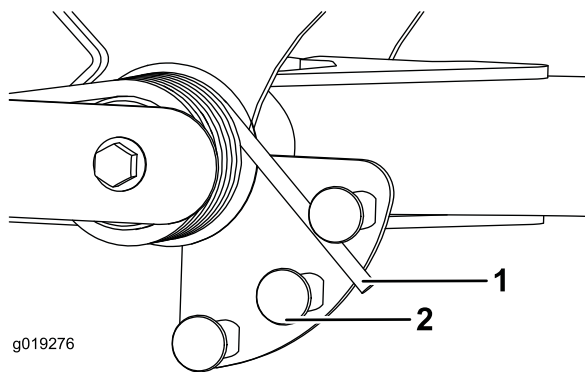

Figura 35
2. Inserite un tubo o un oggetto simile sull'estremità della molla lunga e giratelo attorno all'attuatore della molla nella posizione desiderata (Figura 35).